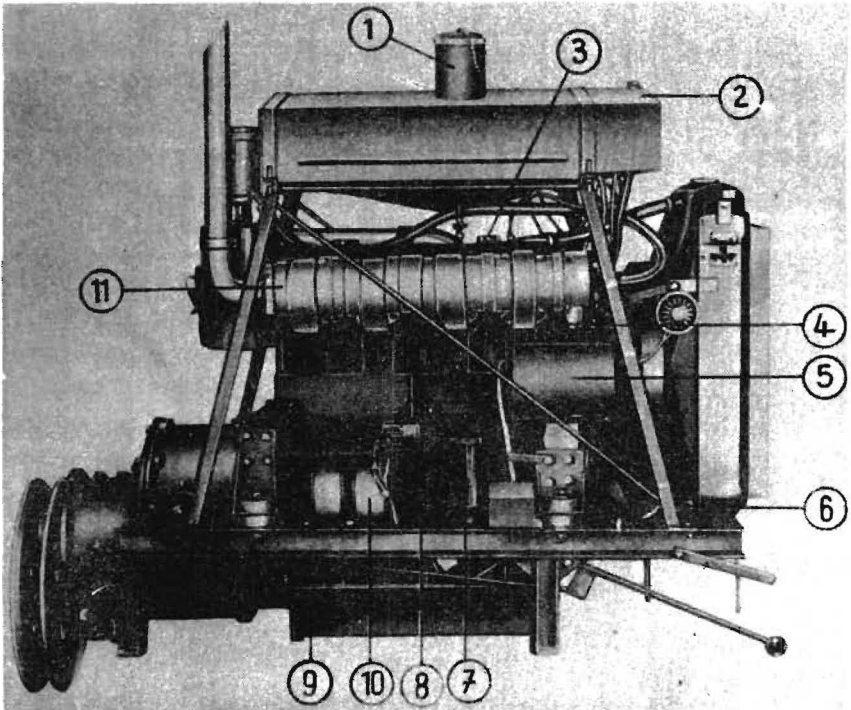

Bild 2 Motor-Vorderseite
2.2 Allgemeine Beschreibung des Motors (Bild 2 und 3)
Der Motor ist mit einem funkensicheren Auspuffzyklon ausgerüstet. Die Auspuffgase und evtl. glühende Aschebestandteile werden zunächst in Wirbelung versetzt und dann entgegen der Auspuffrichtung nach links geleitet, ehe sie das Auspuffrohr erreichen. Die verbrannten Gase werden durch das innere Auspuffrohr nach außen geführt. Die durch die Wirbelung und den langen Weg inzwischen ausgebrannten Ascheteilchen werden entweder nach außen geführt oder verbleiben in der Staubkammer. Die Staubkammer ist von Zeit zu Zeit zu entleeren. Die Entleerungszeit richtet sich nach dem Staubanteil der angesaugten Luft. Die Entleerung erfolgt durch das Herausdrehen des Gewindestückes auf der linken Seite des Auspuffzyklones. (Siehe Bild 2 Nr. 4).